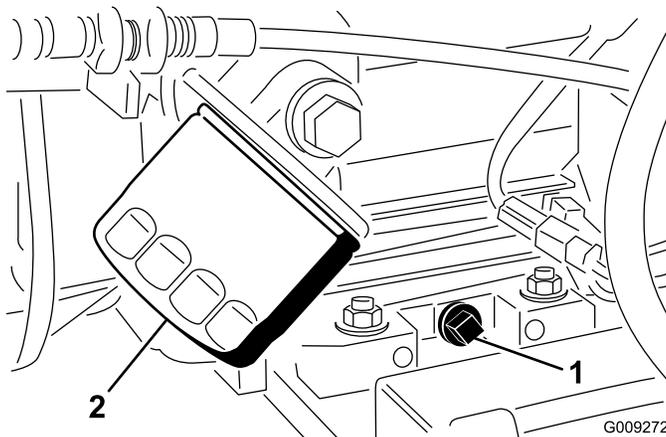

Figura 42
2. Retire el tapón de vaciado y deje fluir el aceite a un recipiente apropiado (Figura 42).
4. Retire el filtro de aceite (Figura 42).